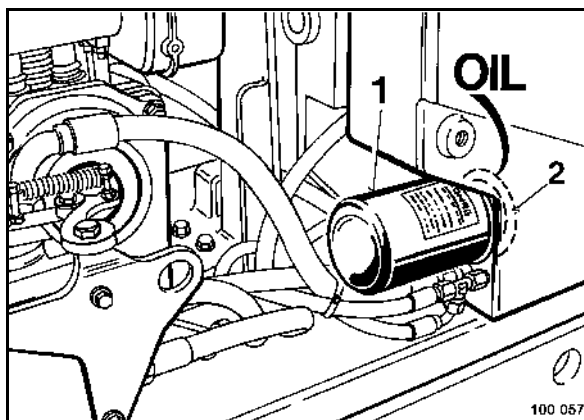

fig. 82
- Débloquer la cartouche (1) (fig. 82) à l'aide d'une clé à bande puis la dévisser à la main.
- Enduire légèrement le joint en caoutchouc (2) de la nouvelle cartouche filtrante avec de l'huile propre.